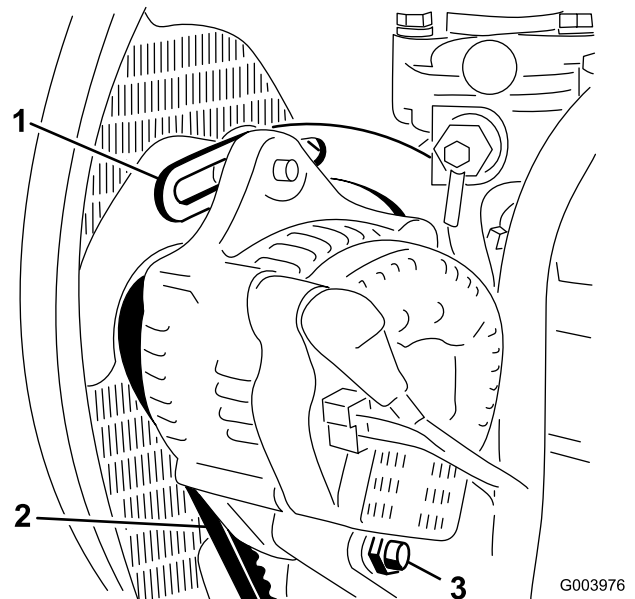

Bild 67
2. Prüfen Sie die Spannung des Lichtmaschinenriemens, indem Sie eine Kraft von 10 kg in der Mitte zwischen der Lichtmaschine und den Riemenscheiben der Kurbelwelle ansetzen (Bild 67).
3. Lockern Sie die Schraube, mit der die Strebe am Motor befestigt ist, die Schraube, mit der die Lichtmaschine an der Strebe befestigt ist sowie die Drehschraube (Bild 67).